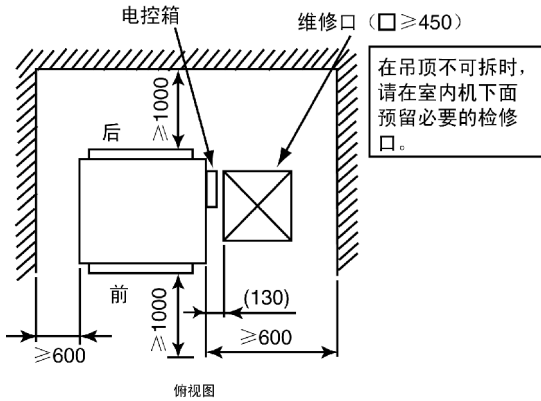

图 4.1 操作和维护空间
- 将室内机安装在易于操作及维护的空间位置。如图 4.1 所示。